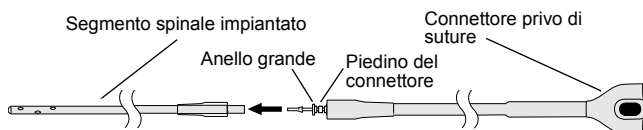

Figura 9. Inserimento del piedino del connettore.
5. Nel segmento della pompa, afferrare il manicotto antitensione in prossimità del piedino del connettore ed inserire il piedino del connettore nel segmento spinale fino a fare combaciare il segmento spinale con l'anello grande più vicino. Prestare attenzione a non alterare la posizione del catetere nella colonna vertebrale (Figura 9).